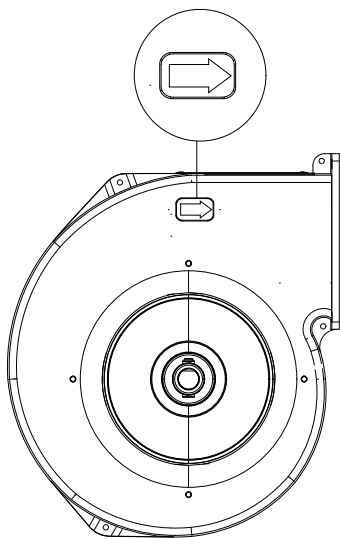

Рис. 2
Вентилятор можно монтировать в любом направлении. В случае монтажа воздухозаборника двигателя по направлению вверх, его необходимо защитить от попадания предметов/жидкости. Установите EX 140A/180A в правильном направлении воздуха (стрелка на корпусе), см. рисунок 2. Вентиляторы должны быть установлены таким образом, чтобы обеспечить простое и безопасное обслуживание и ремонт. Убедитесь, что вентилятор надежно закреплен. EX 140A/180A следует устанавливать таким образом, чтобы вибрации не передавались в систему воздухоудовов или конструкцию здания.
- Направление вращения рабочего колеса правильное (стрелка на корпусе указывает направление, см. рисунок 2).
- Уровень звукового давления по шкале A может достигать 70 дБ (A), см. каталог продукции.